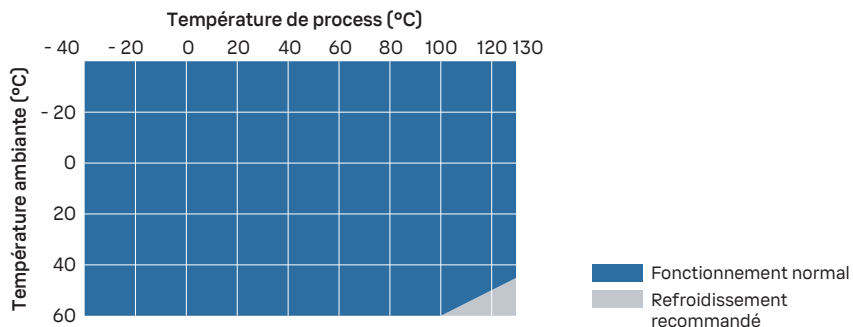

Figure 28 Température de process et refroidissement recommandé
- Utilisez un refroidissement supplémentaire conformément à Figure 28 \(page 118\). Notez que les valeurs de la figure sont indicatives. Le refroidissement requis dépend de l'emplacement d'installation et de l'environnement.